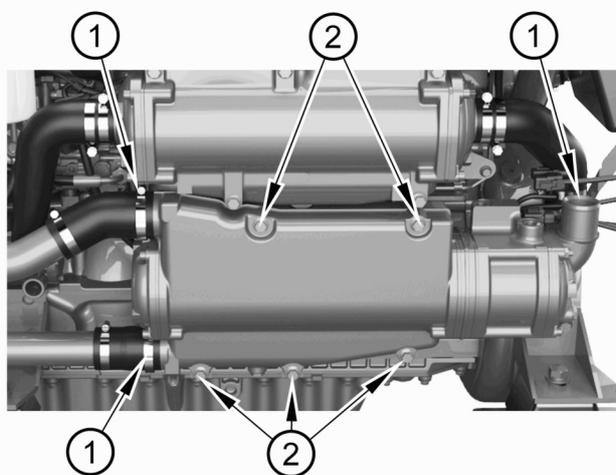

Figura 14
2. Suelte las abrazaderas del tubo flexible (Figura 14, elemento 1).
3. Quite los tornillos (Figura 14, elemento 2).